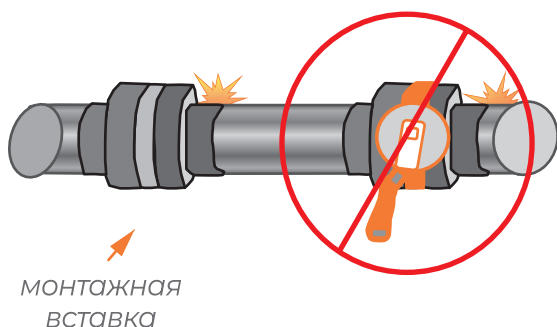

Рисунок 8
3.1. Использование монтажной вставки (предпочтительный способ монтажа, рис. 8). В данном случае приварка фланцев к трубопроводу осуществляется с помощью установленной между фланцами монтажной вставки. После окончательной приварки фланцев вставка